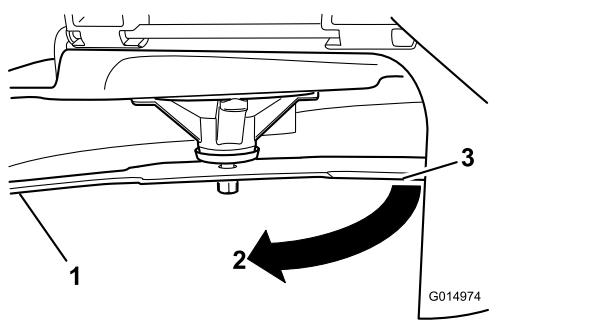

Figure 61
3. Distance mesurée entre la lame et la surface (A)
4. Tournez la même lame de 180 degrés pour amener l'autre tranchant à la même position (Figure 61).